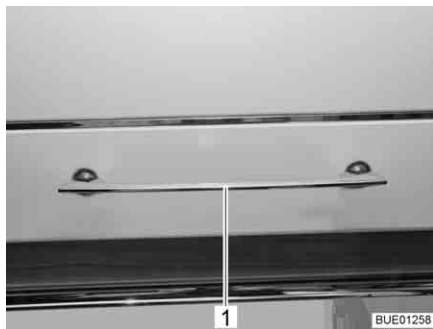
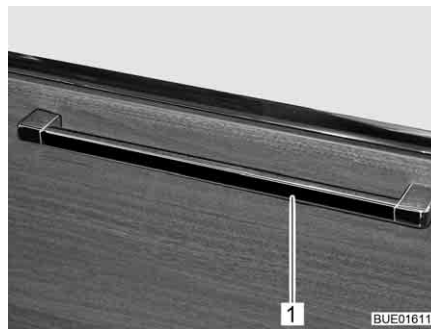

Fig. 75 Alçapão de móvel com manípulo de destravamento
Fig. 76 Alçapão de móvel com manípulo de destravamento (alternativa)
- Pressionar o manípulo de destravamento (Fig. 75,1 ou Fig. 76,1) consoante a posição de montagem, para cima, para o lado ou para baixo, mantendo-o pressionado.